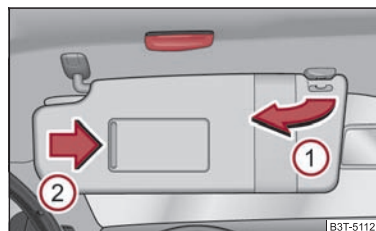

Fig. 60 Parasol: Girar - lado izquierdo / visera parasol doble: Girar hacia atrás - lado derecho
La visera parasol para el conductor o acompañante se puede extraer de la fijación y girarla hacia la puerta en sentido de la flecha ① ⇒ fig. 60.